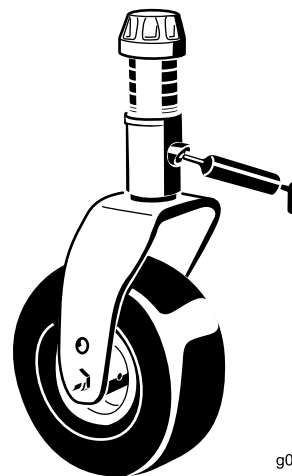

Figura 65
- Dois casquilhos de eixo da forquilha da roda giratória (Figura 65)